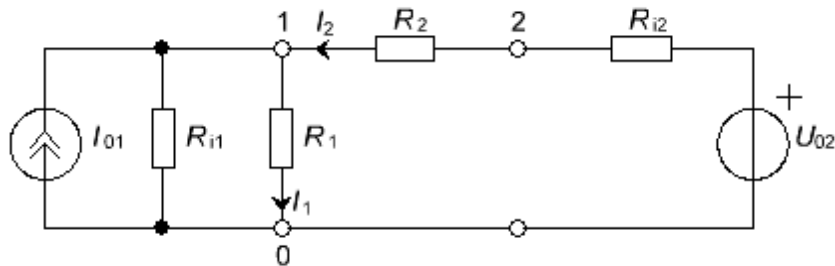
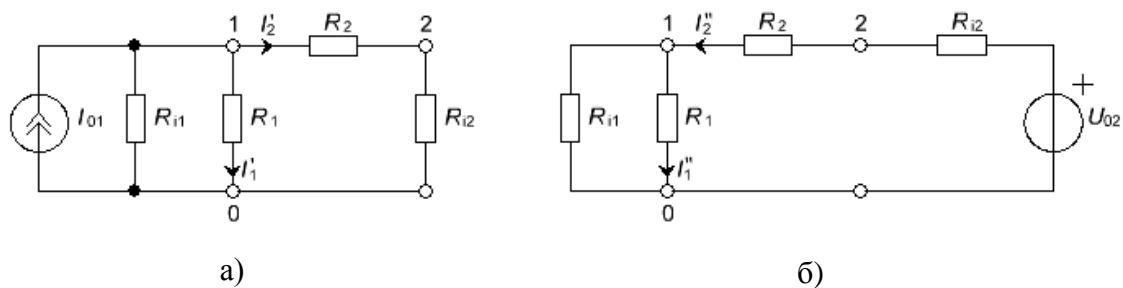

Рис. 2.1
Рис. 2.2
- 1.3. Используя метод наложения, рассчитайте токи I_1 , I_2 и напряжения U_{10} , U_{20} , U_{21} в цепи, схема которой представлена на рис. 2.1.
Для расчета цепи (рис. 2.1) методом наложения нарисуйте две схемы замещения с каждым генератором в отдельности (рис. 2.2) и покажите в них направления частичных токов. Вместо исключительных источников покажите их внутренние сопротивления.
Для расчета цепи (рис. 2.2,а) используйте формулы:
Для расчета цепи (рис. 2.2,б) используйте формулы:
В цепи (рис. 2.1) рассчитайте токи I_1 , I_2 и напряжения U_{10} , U_{20} , U_{21} по формулам: